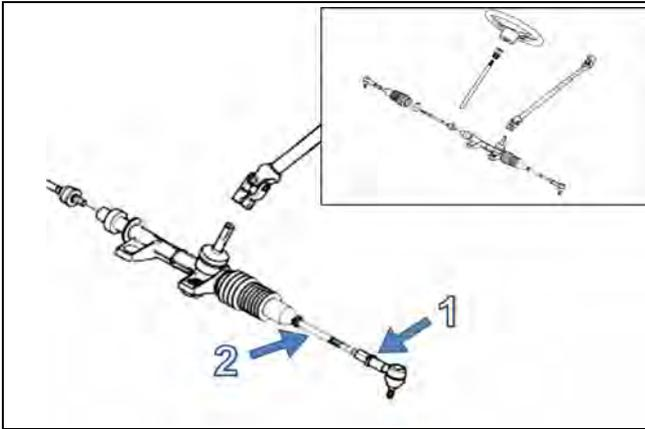

Abbildung 21
Um Justierungen am Lenksystem des SxS' vorzunehmen, lösen Sie zuerst Mutter (1) der Koppelstange und schrauben Sie die Koppelstange (2) eine gleiche Anzahl Umdrehungen auf beiden Seiten des Fahrzeugs hinein oder heraus. Siehe Abbildung 21.